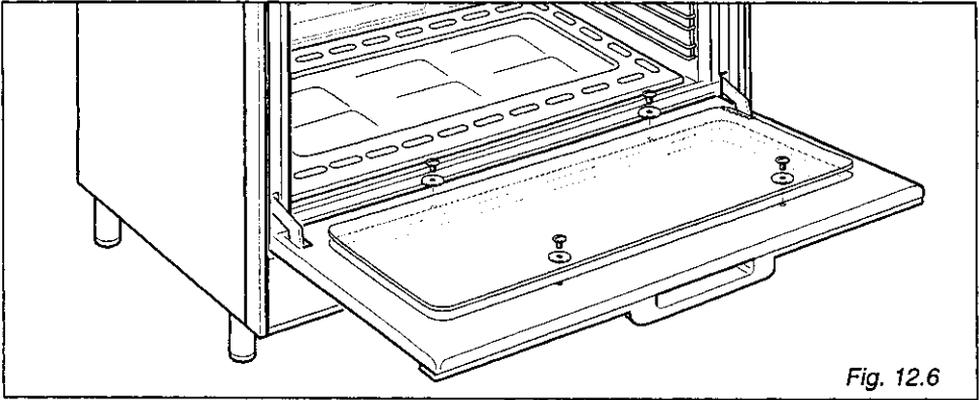

Fig. 12.6
The internal glass panel can be easily removed for cleaning by unscrewing the 4 retaining screws (Fig. 12.6)
*Le verre intérieur peut être aisément enlevé pour le nettoyer, en dévissant les 4 vis de fixation (Fig. 12.6).*